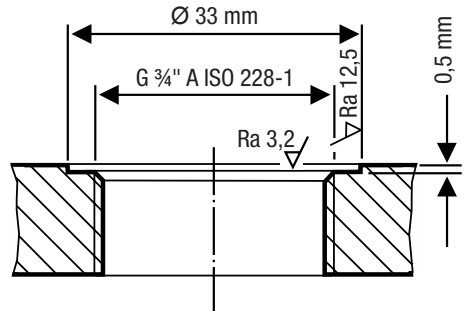

Fig. 9
- Assurez-vous que les surfaces d'étanchéité du raccord fileté du réservoir ou du couvercle sont parfaitement usinées, voir Fig. 9.
Les surfaces d'étanchéité doivent être usinées conformément à la Fig. 9 et techniquement parfaites.